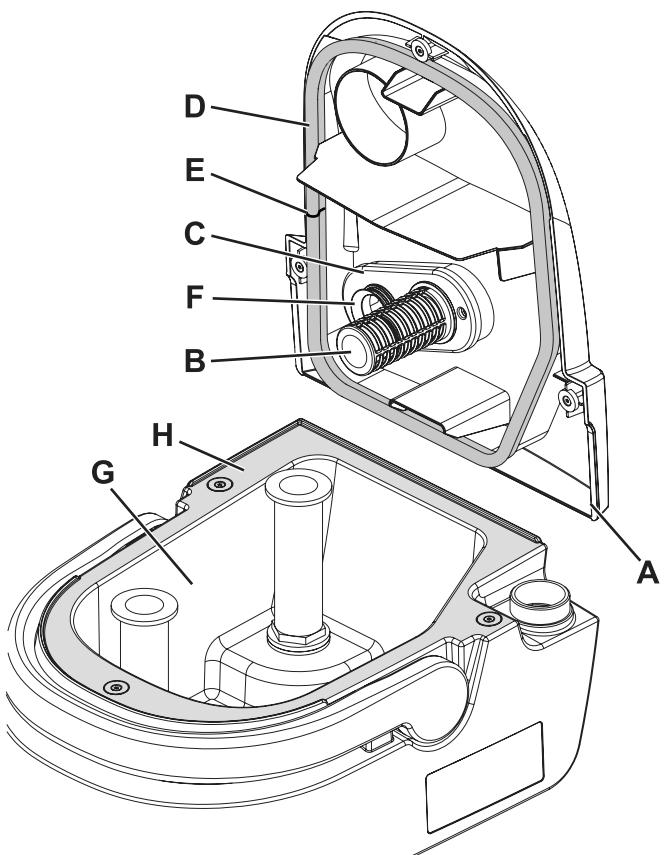

Рис. 11
- С помощью ручки (15) поднимите контейнер с бачками (13) с корпуса машины.
- Снимите крышку (A, Рис. 11) и вымойте ее горячей водой.
- Снимите всасывающую решетку (B) вместе с поплавком и тщательно очистите их.
- При необходимости снимите корпус (C), затем осторожно очистите и установите обратно.
- Проверьте, цела ли прокладка крышки бачка с восстановливающей водой (D).